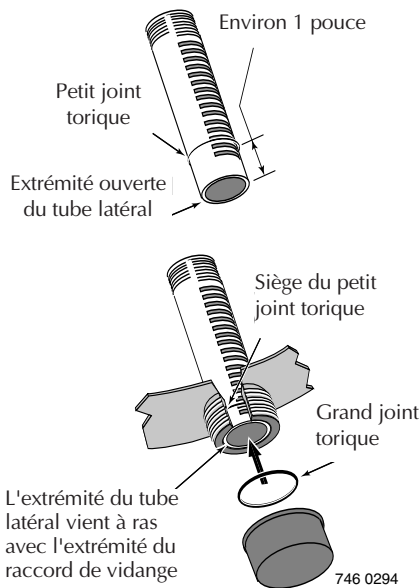

Figure 13 : Raccord de vidange.
3. Vider tout le réservoir de filtration, puis reposer le bouchon de vidange (voir la Figure 13, page 10).
1. **Repose :** Voir la Figure 13.
- A. Déposer le bouchon de vidange et le tube latéral à fentes (voir la Figure 13). Le sable et l'eau se videront du réservoir.